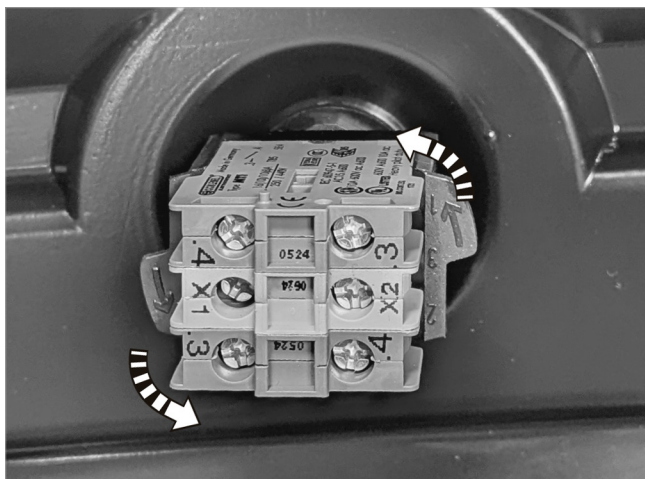

Abb. 1: Klemmenblock entriegeln und abnehmen
3. Die Adern gemäß Anschlussplan (siehe → Abb. 1) wie zuvor auflegen.